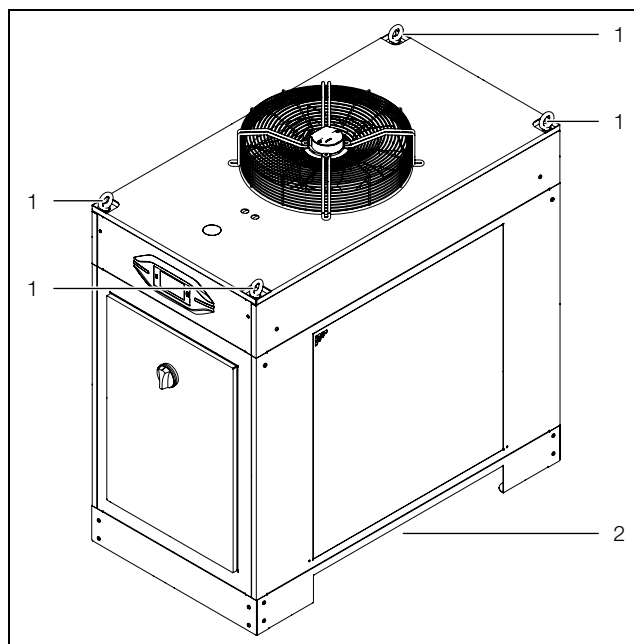

Fig. 18 : transport (le croquis ci-dessus montre le modèle SK 333640x)
- à l'aide des anneaux de transport prévus à cet effet (fig. 18, pos. 1) ou
- à l'aide d'un chariot élévateur en introduisant ses lames par le côté de l'appareil (fig. 18, pos. 2).
### Légende pour fig. 18